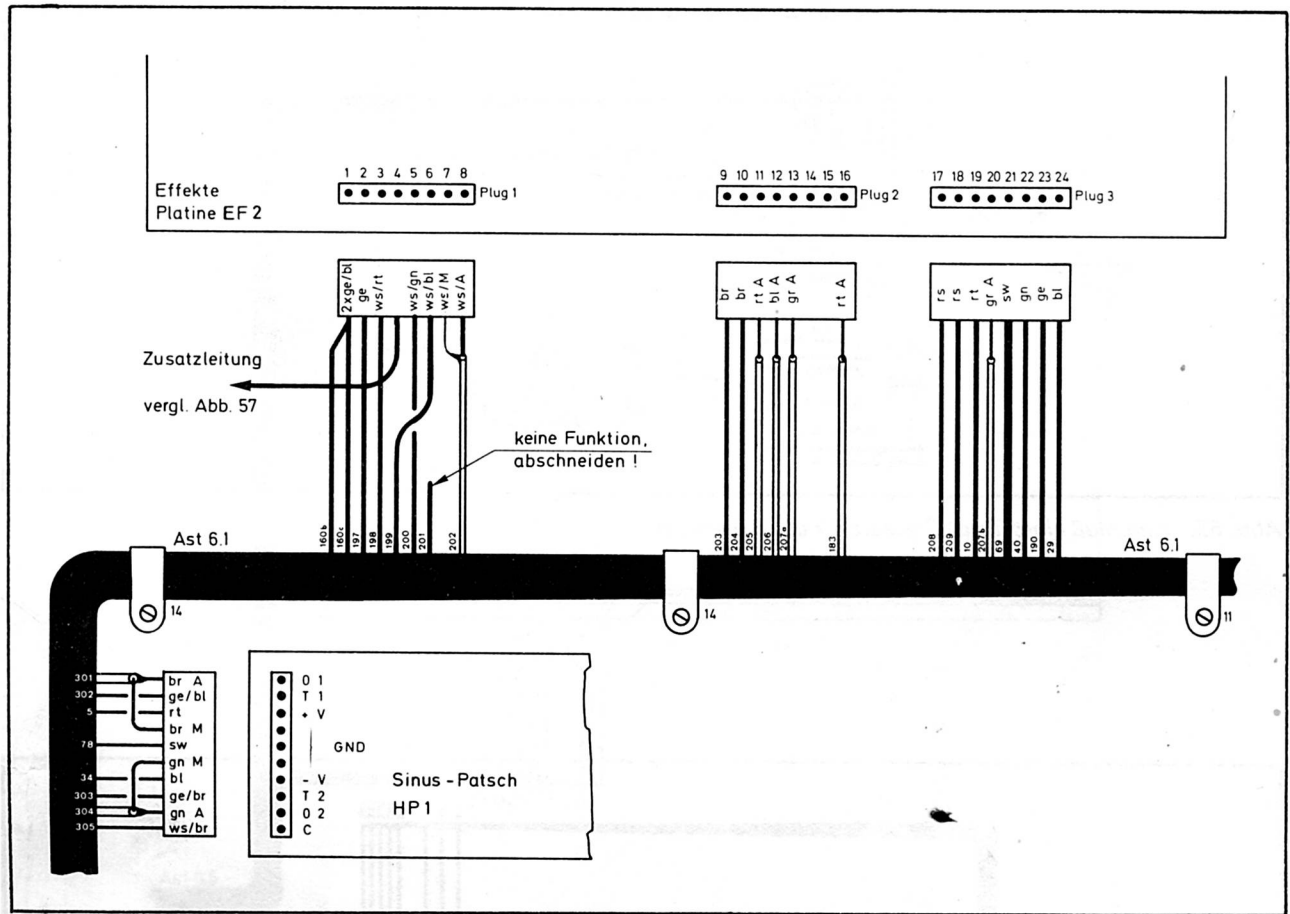

Abb. 61: Ast 6.1 am Sinus Patsch und an den Effekten
führt später zu den Platinen Sinus-Patsch (HP 1), Effekte EF 2 und weiter zu den Platinen GP 1 der Festregister und zur Hallspirale. Insgesamt werden am Ast 6.1 nach den Abb. 61 bis 63 ein 10-poliges Buchsengehäuse (aus Bausatz Sinus-Patsch) und sieben 8-polige Buchsengehäuse (Bausatz Effekte und Tonformung) und zwei sog. "Toast-Stecker" (Bausatz Vorverstärker) benötigt.
**Achtung:** Bei Verzicht auf die Baugruppe Effekte müssen die Leitungen 10 und 29 (Abb. 61) isoliert und die Leitungen 160 b und 160 c miteinander verbunden werden.
**Hinweis:** Falls der Sinus-Patsch nicht eingebaut wird, bleiben die entsprechenden Leitungen (Abb. 61) frei, die rote und die blaue Leitung müssen isoliert werden.